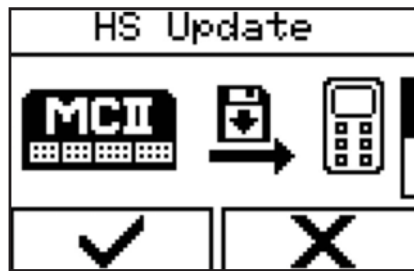

Abbildung 65 - Menü auswählen
1. Menü über „Handschalter“ → „Update“ (Abbildung 65) auswählen.